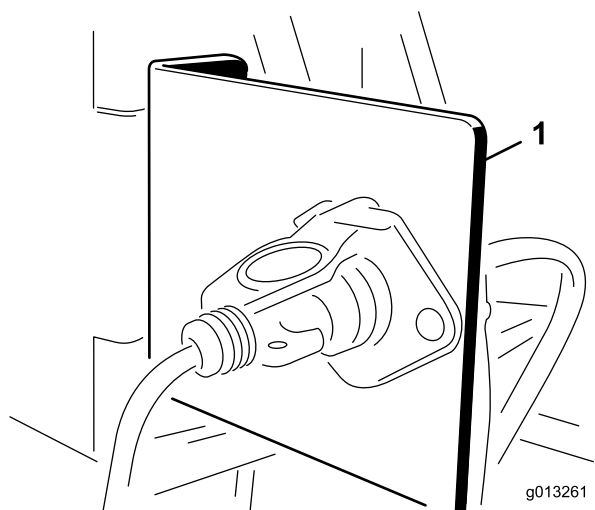

Figura 8
1. Montate il supporto della presa in un punto fisso sulla parte posteriore del veicolo trainante, utilizzando una delle staffe di montaggio fornite (Figura 8).